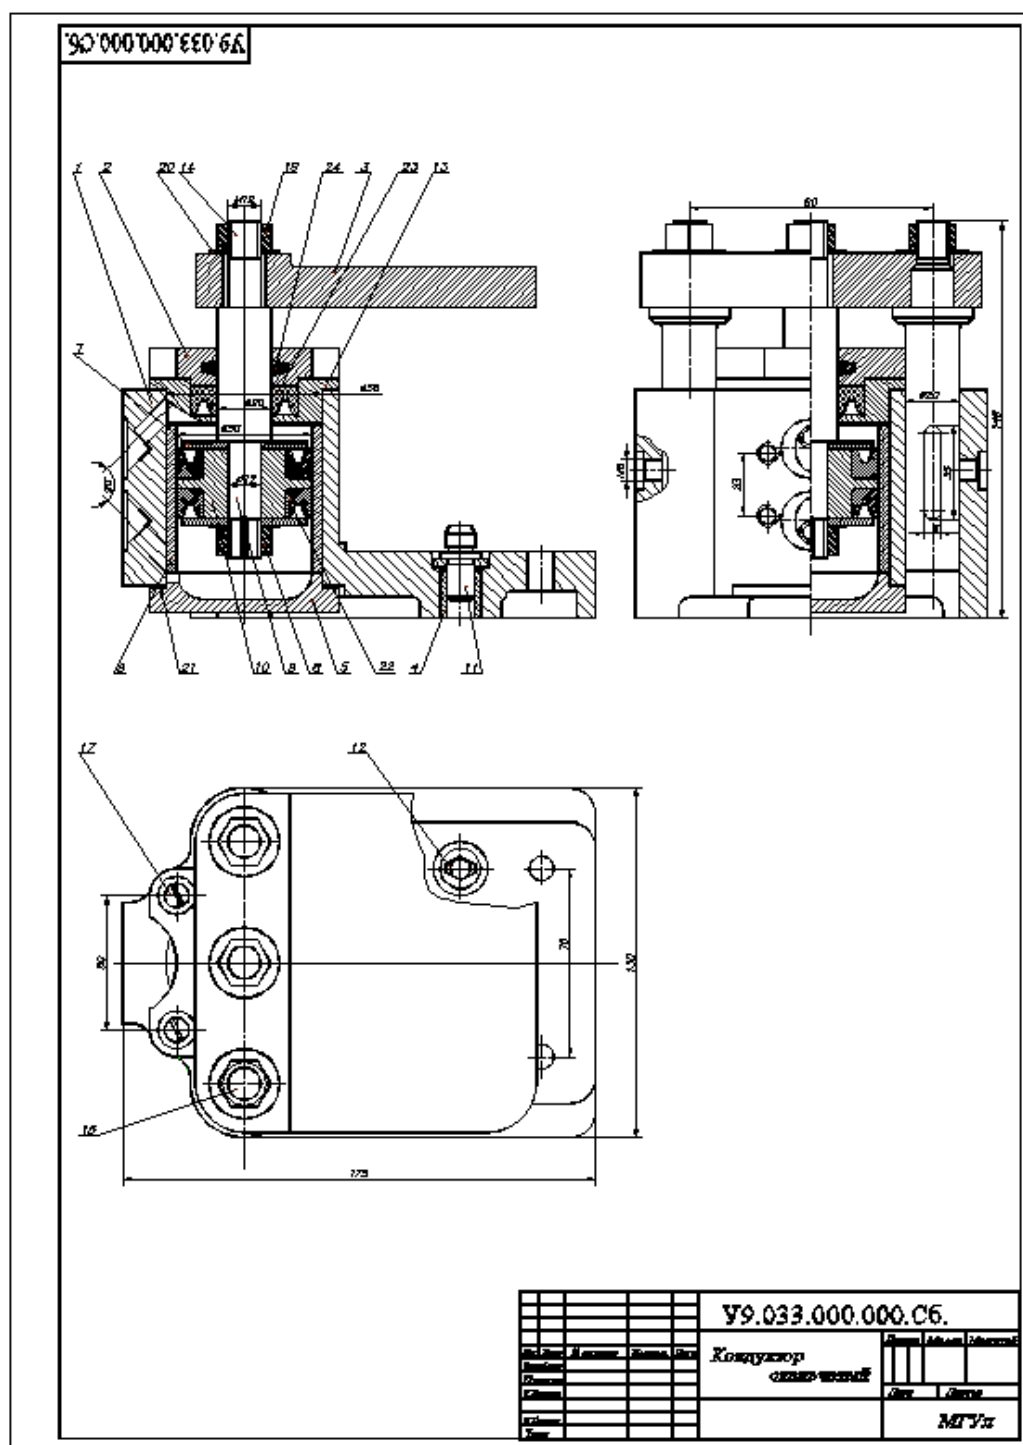

Рис.13. Пример выполненного сборочного чертежа
15) полностью готовый сборочный чертеж (рис.13) и листы спецификаций предъявить преподавателю для проверки.